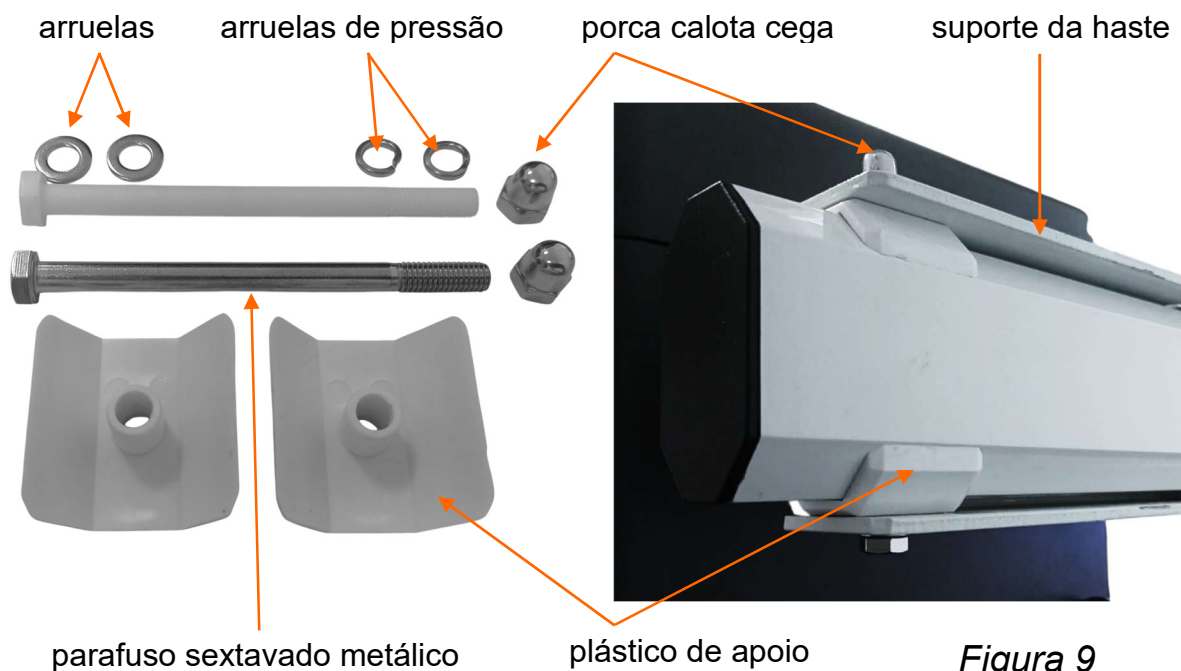

Figura 9
- 5) Apertar o parafuso com a porca calota até firme, utilizando as arruelas fornecidas no kit de instalação (ver Figura 9).